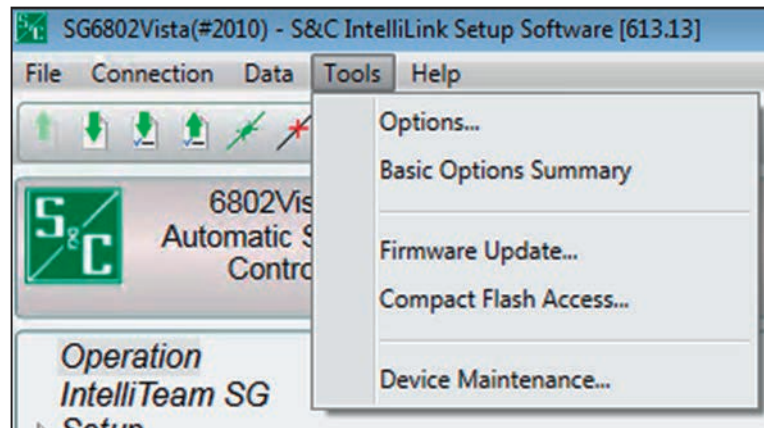

Figura 41. La opción de menú Herramientas>Actualización del firmware.
**PASO 9.** Introduzca la contraseña de administrador cuando se le pida que introduzca sus credenciales. La contraseña predeterminada puede obtenerse poniéndose en contacto con el Centro Mundial de Soporte y Monitoreo llamando al (888) 762-1100. Si la contraseña predeterminada ha sido modificada, introduzca la contraseña configurada por el usuario.
**PASO 10.** En el menú **Tools (Herramientas)** de la barra de menús, haga clic en el elemento de menú **(Firmware Update) Actualización del Firmware**. Ver Figura 41.